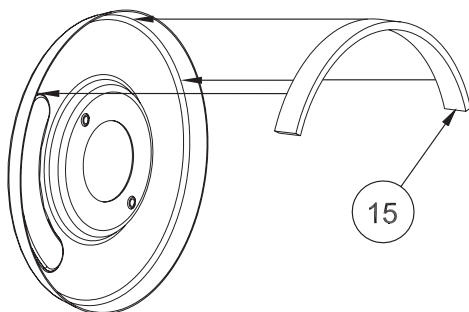

FIGURE 2
8. Pour régler le limiteur de température (11), faire tourner le robinet à la position correspondant à la température la plus chaude désirée, retirer le limiteur (11), faire tourner dans le sens horaire et réinstaller de sorte que la partie en saillie blanche sur la cartouche soit en contact avec la partie en saillie rouge sur le limiteur de température.
- Serrer à la main l'écrou de cache-entrée (20) sur le robinet.
- Retirer le ruban adhésif du joint d'étanchéité (15) et coller le joint (centré sur la moitié supérieure du dos de la plaque-couvercle (16) de sorte que 1/4 de la largeur du joint collé dépasse du dos de la plaque-couvercle; voir la figure 2.
- Placer la plaque-couvercle sur le cache-entrée (19) et la serrer à l'aide des vis (18).